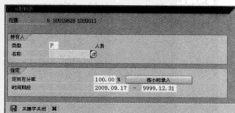

图 6-16 为职位分配员工
STEP 4 接着选择新创建的职位，然后单击“分配职员...”按钮，可以针对该职位分配相应的员工，如图 6-16 所示。在图中选择填写对应的员工“名称”，然后单击“”按钮，该用户即被分配该职位。